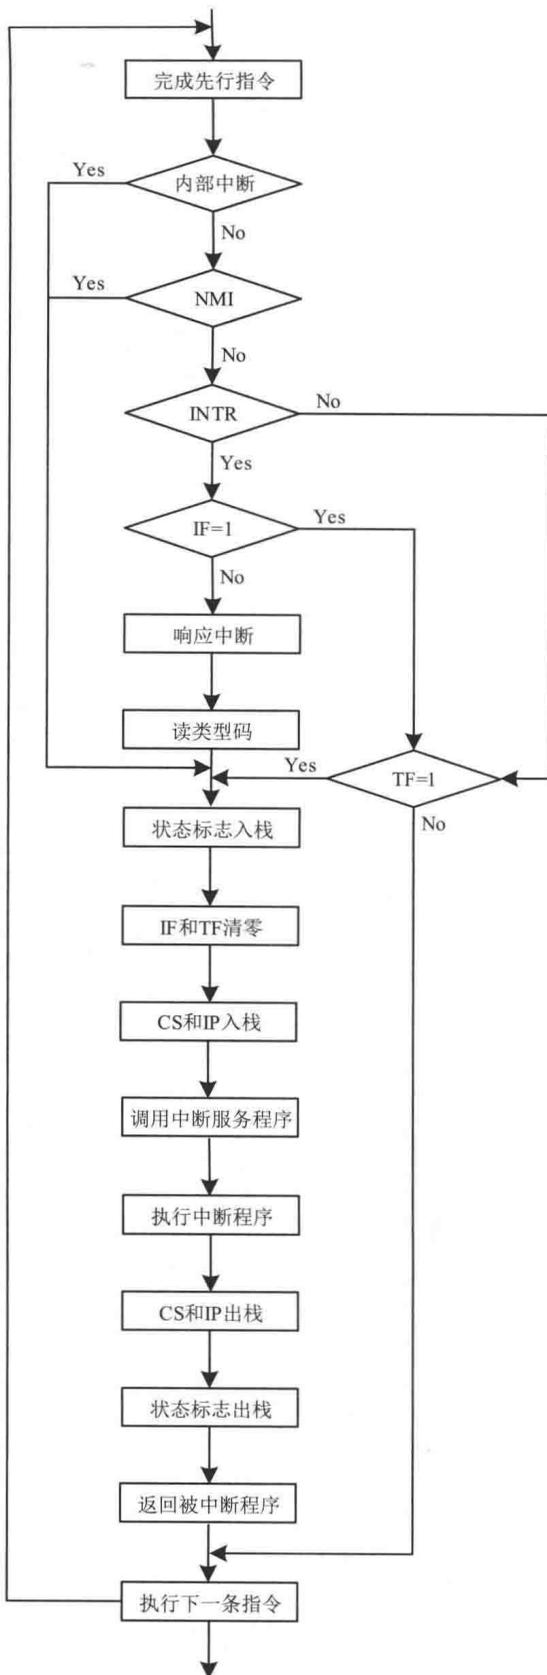

图 9-15 8086 CPU 中断处理顺序流程
8086 CPU 的中断优先权排列从高到低为：① 内部中断，即除法出错中断，溢出中断，中断指令“INT n”；② NMI；③ INTR；④ 单步中断。8086 CPU 对中断的处理可用如图 9-15 所示的流程表示。